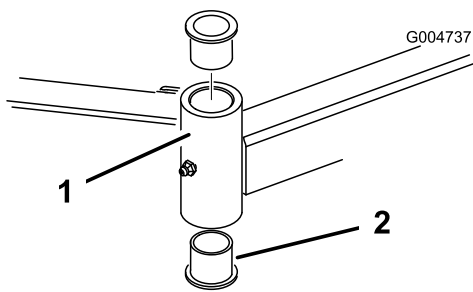

Bild 83
- Stecken Sie einen Dorn oben oder unten in das Befestigungsrohr und treiben die Büchsen heraus (Bild 83). Treiben Sie dann die andere Büchse aus dem Rohr heraus. Reinigen Sie die Innenseite der Rohre.